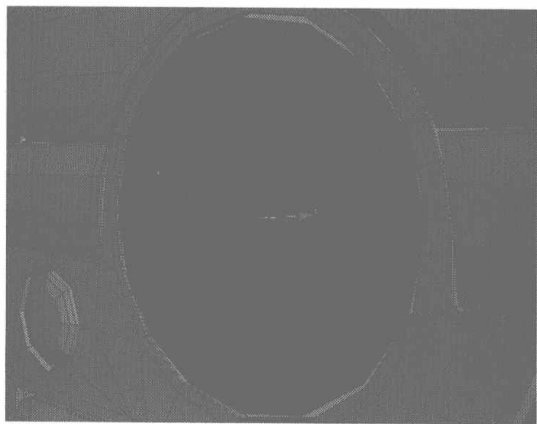
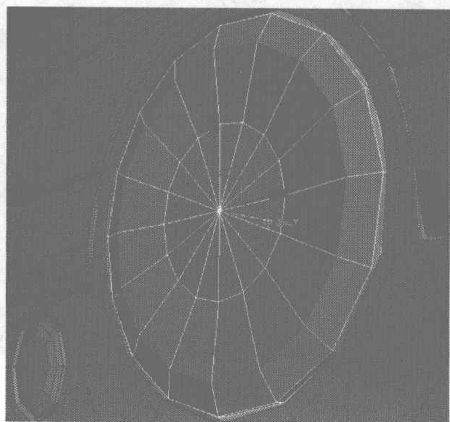

图 4.595
图 4.596
- 50** 切换为面编辑，选择圆柱体上的面，如图 4.595 所示，在 Polygon Properties 卷展栏中单击 **Clear All** 按钮全部清除，再选择调整如图 4.596 所示的边线。